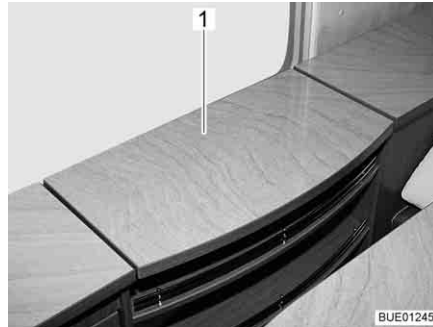
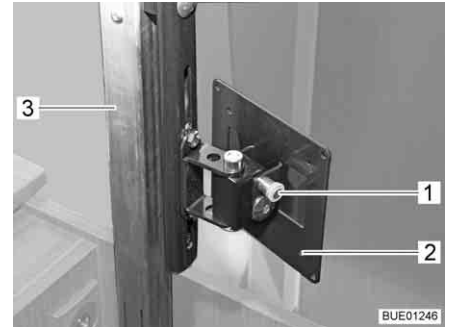

Fig. 47 Scomparto TV
Fig. 48 Meccanismo di sollevamento
- Spingere leggermente verso il basso il coperchio (Fig. 47,1) dello scomparto TV premendo sulla sua parte centrale. La colonnina di espulsione (Fig. 48,3) si sblocca e si sposta verso l'alto.
- Tirare il bottone di sbloccaggio (Fig. 48,1) e inclinare il supporto (Fig. 48,2) con lo schermo piatto nella posizione desiderata.
- Ruotare lo schermo piatto all'indietro nella sua posizione iniziale, finché il supporto (Fig. 48,2) non si innesta nel bloccaggio.
- Spingere in basso la parte centrale del coperchio (Fig. 47,1) opponendosi alla resistenza della colonnina di espulsione (Fig. 48,3) finché il bloccaggio non si innesta.